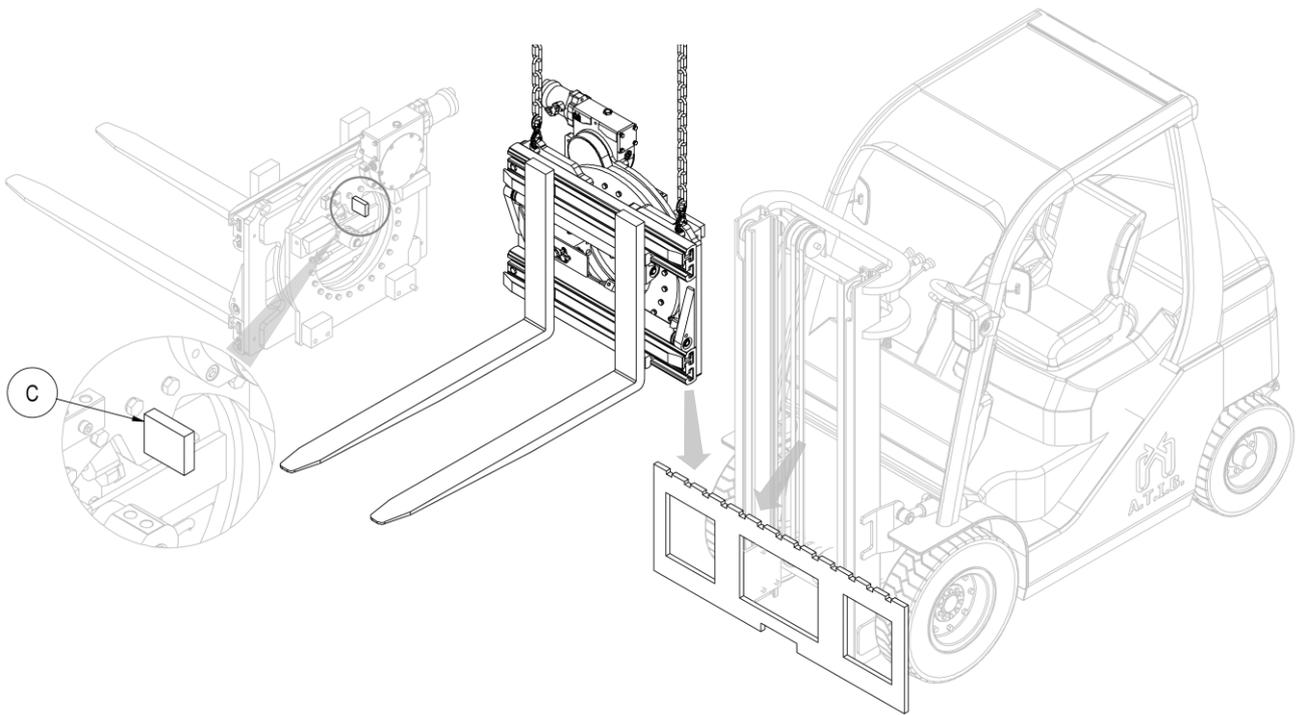

Abbildung 3
6. Positionieren Sie das Anbaugerät mittels eines Laufkrans oder eines Hebezeugs mit ausreichender Tragkraft auf dem Gabelträger. Bitte darauf achten, dass das Zentrierteil **C** in die mittlere Kerbe des Gabelträgers einpasst (siehe *Abbildung 3*).